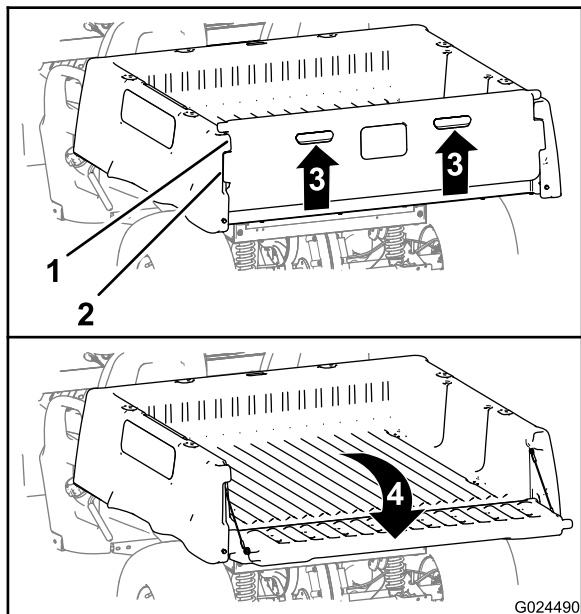

Figura 15
2. Ridicai mânerul de pe panoul din spate al oblonului (Figura 15).
3. Aliniază bridele de blocare ale oblonului spate cu deschiderile dintre bridele oblonului spate al platformei de încărcare (Figura 15).
4. Rotii oblonul spate spre spate i în jos (Figura 15).
6. Rotii oblonul spate în sus i spre față până când bridele de blocare ale oblonului spate sunt la același nivel cu buzunarul oblonului spate de pe platforma de încărcare (Figura 15).
7. Coborâi oblonul spate până când este sprijinit pe platforma de încărcare (Figura 15).